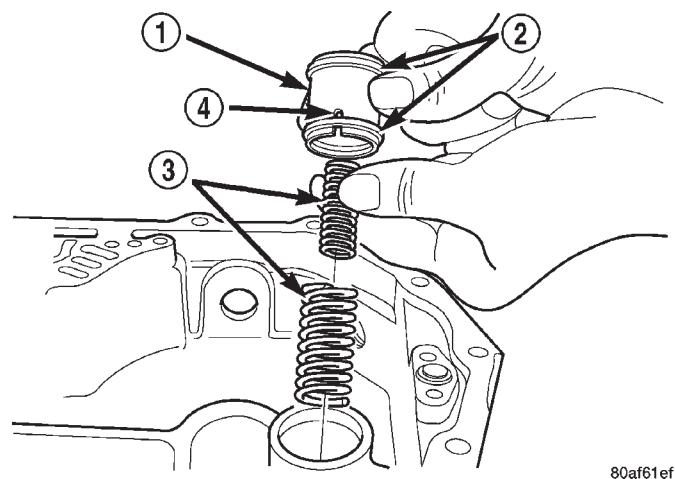

Fig. 143 Instalación del acumulador de baja y marcha atrás
(59) Instale el acumulador de baja y marcha atrás (Fig. 143).